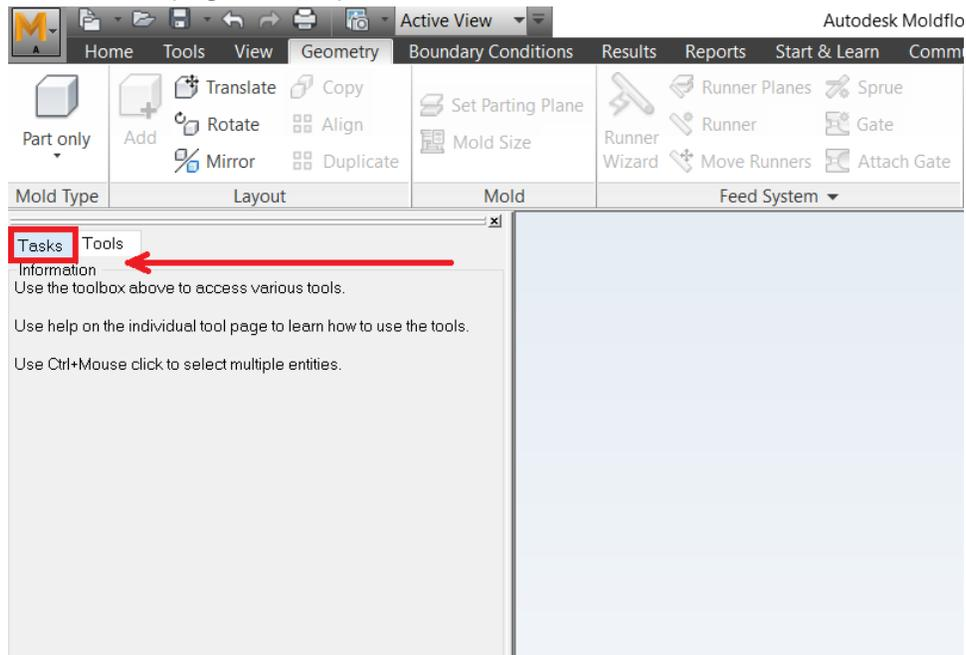

Figura 6.20 Pestaña *Tasks*.
- En la parte superior de la ventana utilizada, dar click en **Tasks** para regresar al menú anterior (Figura 6.20).